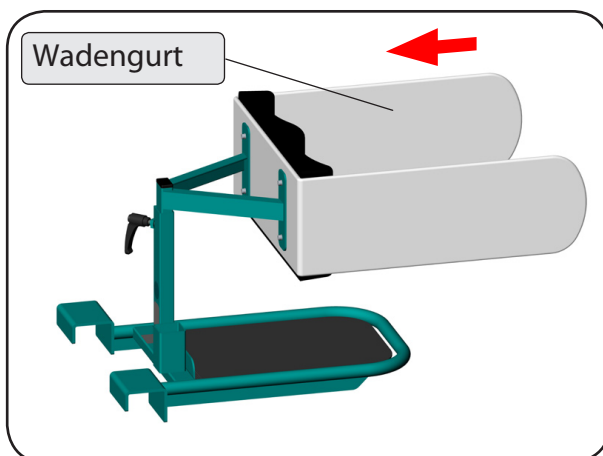

Abbildung 34
22. Stecken Sie den aks-Wadengurt mit den vier Öffnungen auf die Schrauben der Schienbeinstütze (Abbildung 34).